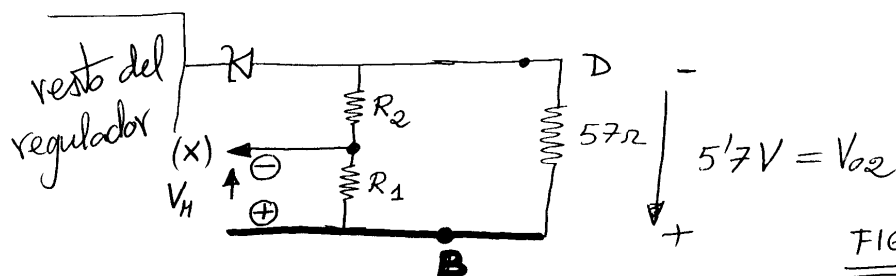

FIG. 3
y deberá ser igual a la de antes (FIG. 3) que era:
Con estos valores y $V_{BAT} = 6.3V$, la tensión V_{O2}^* sería de $-5.7V$ y según la Ecuación (1) la muestra V_M se debería en un 50% a V_{O2}^* (que por eso mismo será la mitad de estable que el V_{O2} que aparece en la Fig. 3 para V_{BAT} fija en $6.3V$) y que variará para compensar cualquier variación en V_{BAT} .